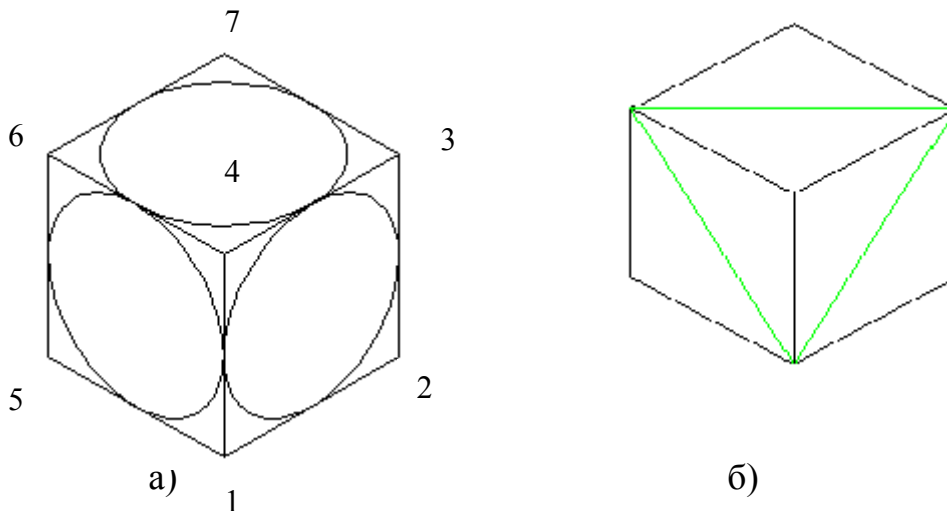

Рисунок 2.1 Пример вычерчивания объекта в изометрии
**Пример 1.** Вычертить в изометрии куб, ребро которого 60 мм, а в каждую грань вписана окружность радиуса 30 мм (рисунок 2.1а).
9. С помощью команды **Линия** начертить диагонали граней куба (Рис.2.1 б).